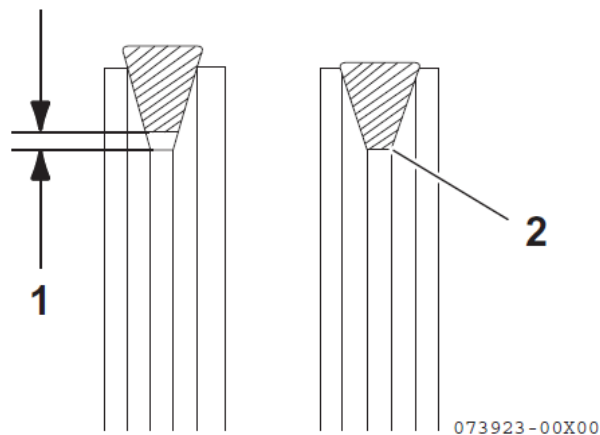

Рисунок 43
4. Снимите одну из крышек маслосливной горловины (рисунок 43, (1)), чтобы проветрить картер двигателя и обеспечить свободный слив моторного масла.
3. Закрепить клинообразный ремень в положении, при котором установилось требуемое натяжение ремня. Между клинообразным ремнем и дном желобка шкива должен быть зазор (рисунок 43 (1)). Если зазор (рисунок 43 (2)) между клинообразным ремнем и дном желобка шкива отсутствует, следует заменить клинообразный ремень.